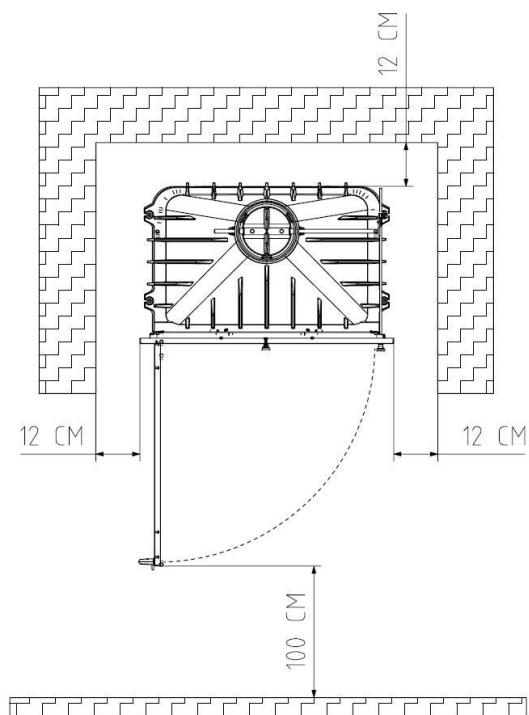

Figura 10
- Cuando se coloque la estufa, tener en cuenta las distancias de seguridad necesarias, tanto del aparato como de la chimenea, de las superficies combustibles (paredes de madera o empapeladas, suelo de madera, etc.). Estas mismas distancias deberán ser respetadas cuando el recubrimiento de las paredes o zonas próximas sea susceptible de deterioro o deformación por efecto de temperatura (barnices, pinturas, P.V.C., etc.). Ver figura 10.